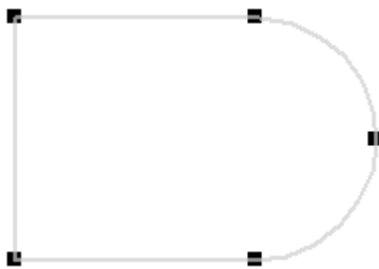

Рис. 2.23. Контур, собранный из отдельных примитивов
- Щелкнув на контуре кнопкой мыши, вы можете убедиться, что вместо четырех объектов на чертеже у вас получился один (рис. 2.23). Его можно редактировать, перетаскивать, удалять как единый объект.